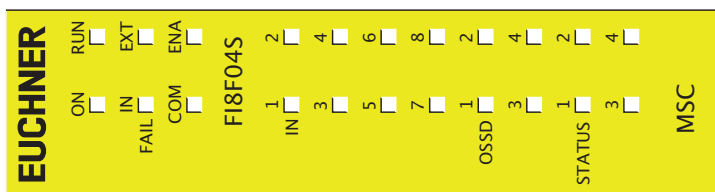

Figura 31:
8.4.4. Módulo F18FO4S (Figura 31)